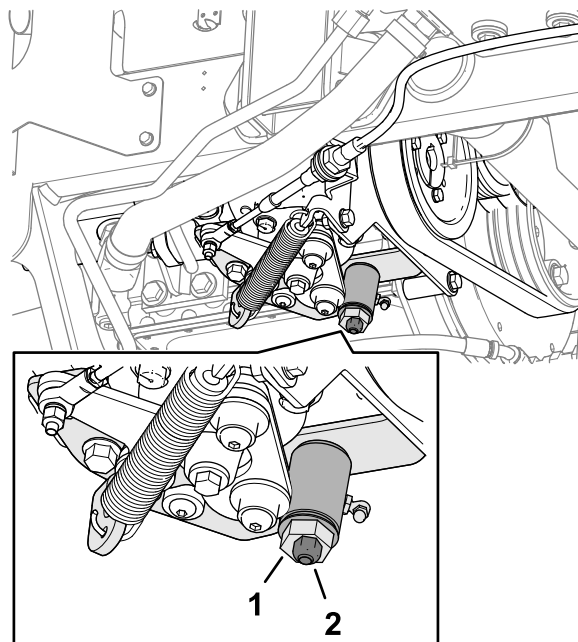

図 72
3. トラクション調整カムのロックナットをゆるめる (図 72)。